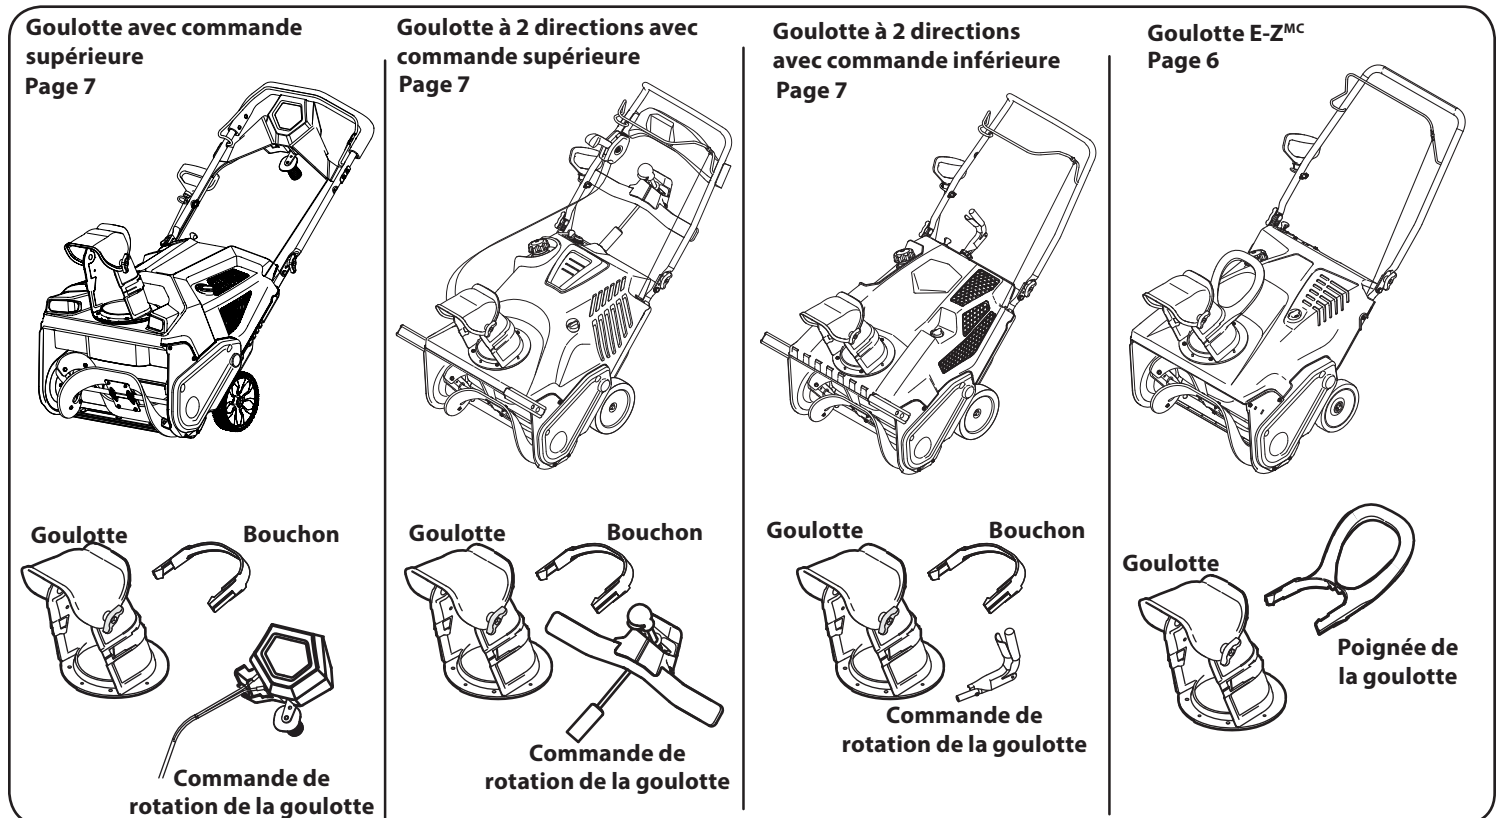

Figure 2-1
- Goulotte d'éjection (1)
- Commande de rotation de la goulotte (1)
- Deux barres de coupe (si équipé) (1)
- Bouteille d'huile 5W-30 de 20 oz (1)
- Carte d'enregistrement du produit (1)
- Boulon à œil (1)
- Manuel de l'utilisateur (1)
- Notice d'utilisation du moteur (1)
- Pièces et garantie (1)
- Bouton de la poignée (1)
**NOTE :** Ce manuel de l'utilisateur se rapporte à plusieurs modèles. Les caractéristiques peuvent varier selon le modèle. Certaines caractéristiques décrites dans ce manuel peuvent ne pas s'appliquer à tous les modèles. Votre appareil peut différer du modèle illustré. Référez-vous à la Figure 2-1 pour déterminer la goulotte qui correspond à celle de votre souffleuse à neige.
**NOTE :** Consultez la Figure 2-1 et suivez les instructions d'assemblage indiquées aux pages 6 et 7 qui correspondent au type de commande de goulotte de votre souffluse à neige.
**NOTE :** Consultez la Figure 2-1 et suivez les instructions d'assemblage qui correspondent à votre goulotte.